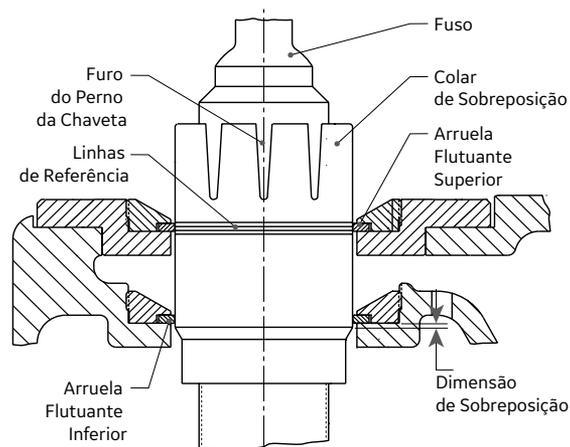

Figura 32: Conjunto do Colar e Fuso
23. Se o colar de sobreposição tenha sido removido do fuso, lubrifique as roscas do colar e coloque sobre o fuso com os entalhes no colar para cima (isto é, para longe da placa de cobertura). Note que o colar de sobreposição tem quatro linhas de marcação circunferenciais. A linha mais baixa é a mais distante dos entalhes. (Consulte a Figura 32). Enrosque o colar de sobreposição sobre o fuso girando-o no sentido horário, até que a linha mais baixa esteja nivelada com a arruela flutuante visível. Alinhe o entalhe do colar de sobreposição mais próximo com a perfuração no fuso movendo o colar para baixo.